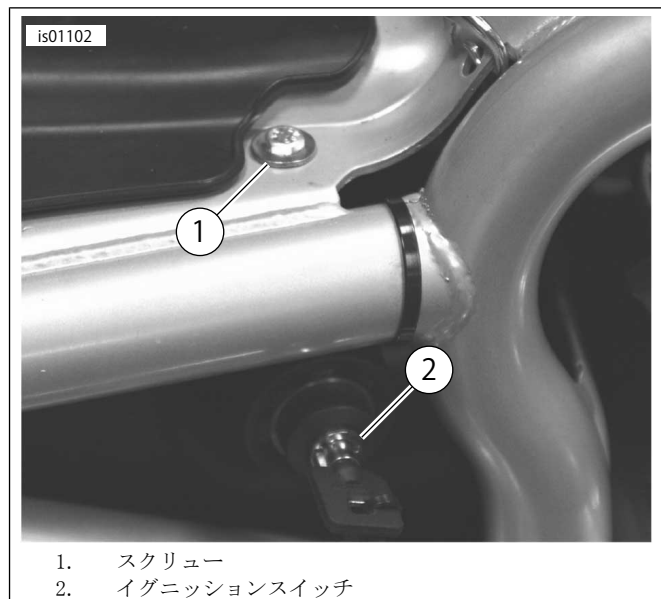

図6。アース接続(2006年以前のV-Rodモデル)
1. 「図6」を参照してください。イグニッションスイッチ(2)をフレーム右側に固定しているスクリュー(1、シートの下)を取り外します。